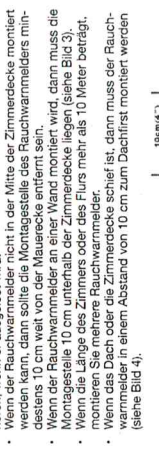

Bild 3
1. Drücken Sie den Rauchwahrmer gegen den Uhrzeigersinn. Nehmen Sie dann das Alarmlite heraus (siehe Bild 3).
• Wenn der Rauchwahrmer an einer Wand montiert wird, dann muss die Montagestelle 10 cm unterhalb der Zimmerdecke liegen (siehe Bild 3).